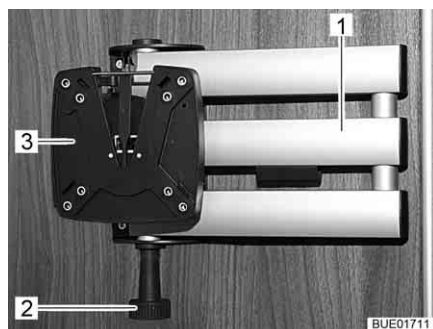

Bild 74 Halterung mit Gelenkarm
- Entriegelungsknopf (Bild 74,2) ziehen. Der Gelenkarm (Bild 74,1) ist entriegelt.
- Flachbildschirm in die Ausgangslage zurückschwenken, bis die Halterung (Bild 74,3) hörbar in die Verriegelung einrastet.